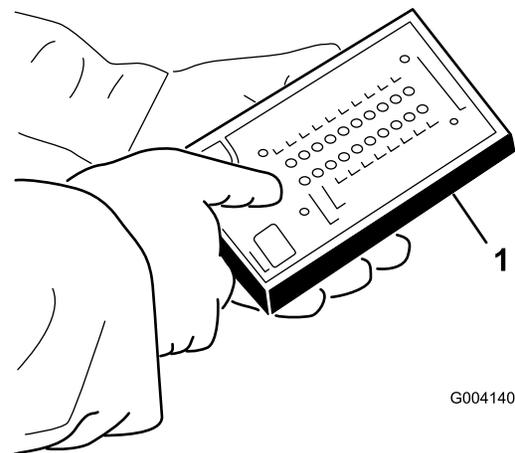

Figure 51
5. Branchez le connecteur de l'outil Diagnostic ACE au connecteur du faisceau de câblage (Figure 51).